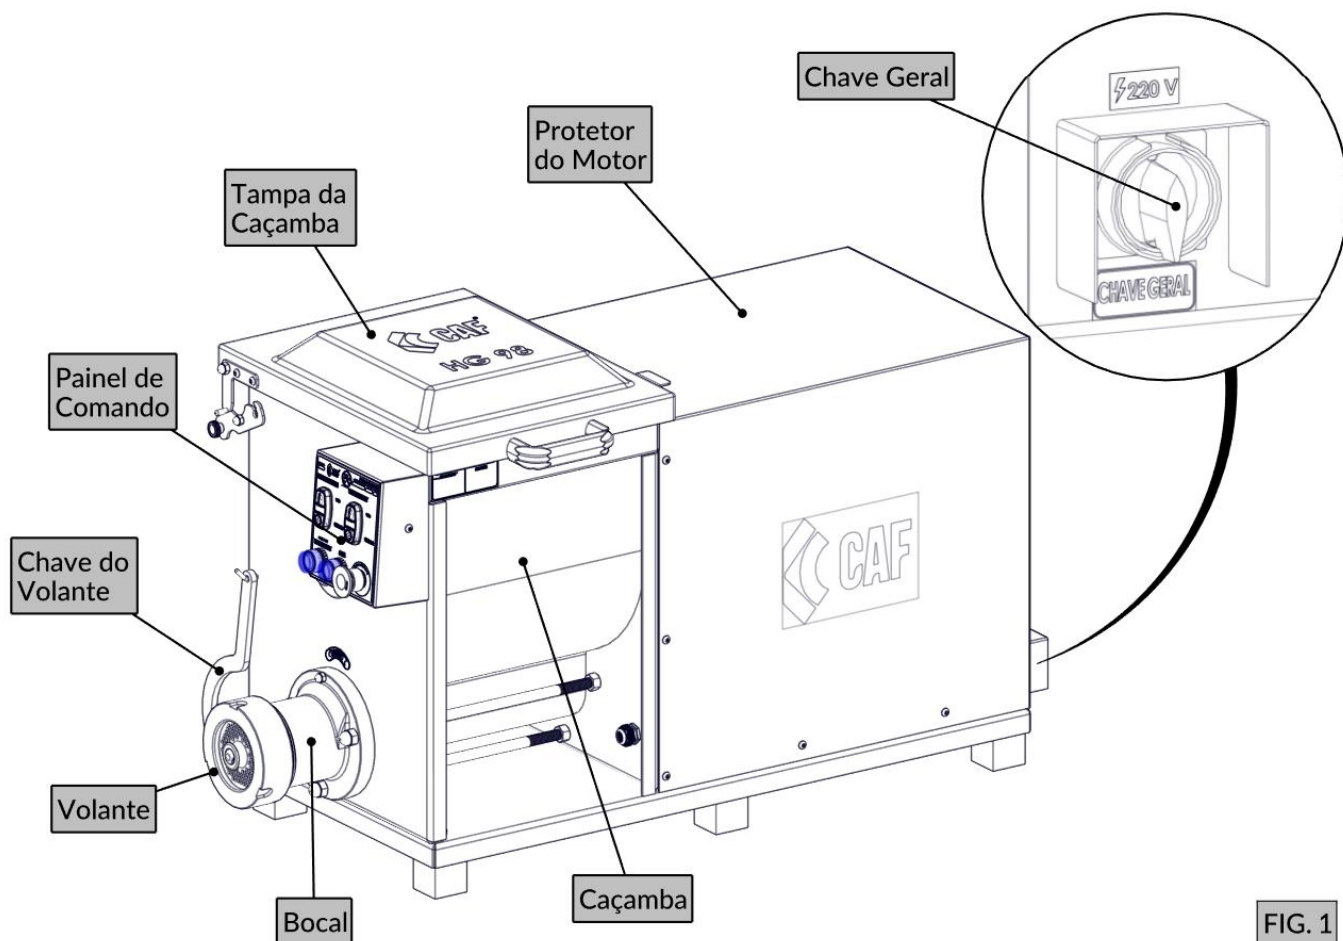

FIG. 1
2. Ligue a chave geral (FIG. 1);
2. Coloque o produto a ser processado na caçamba (FIG. 1) e feche a tampa.